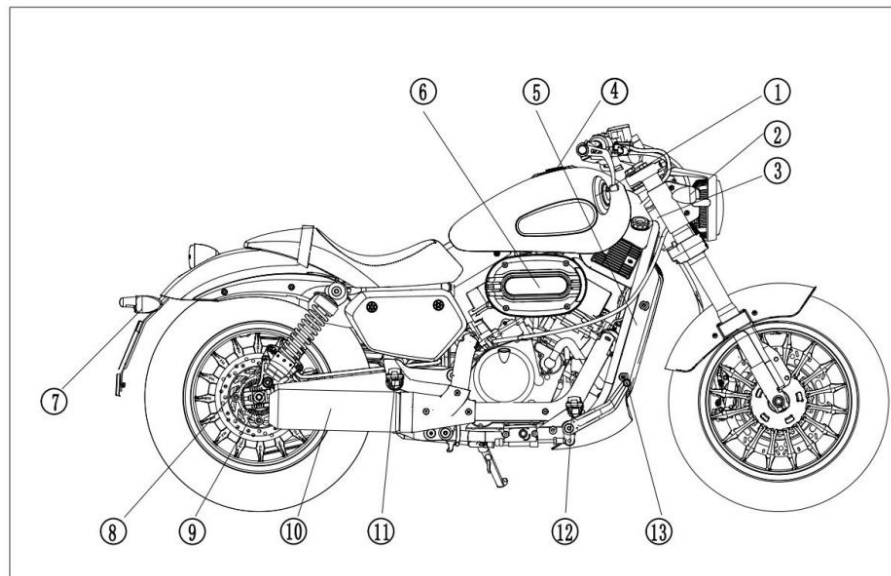

Fig.2
2. (Fig.2)
- ① Espejo retrovisor derecho
- ② Luz intermitente delantera derecha
- ③ VIN
- ④ Tapa del depósito
- ⑤ Placa de identificación
- ⑥ Filtro de aire
- ⑦ Luz intermitente trasera derecha
- ⑧ Pinza de frenos trasera
- ⑨ Suspensión trasera
- ⑩ Silenciador de escape